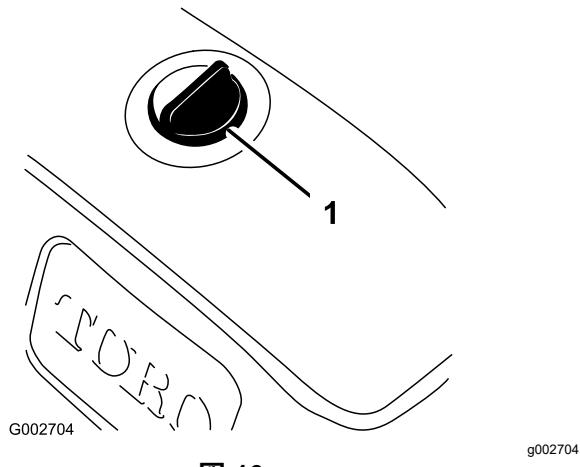

図 16
2. 異物をタンクに入れないよう、油圧オイルタンクのキャップ取り付け部周辺をウェスできれいに拭く図 16。